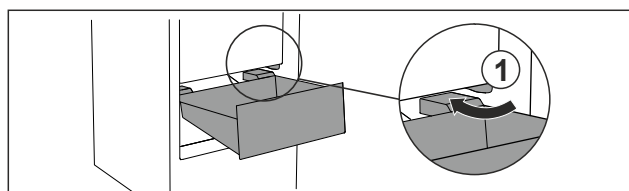

Fig. 93
- Preved'te zásuvku šikmo okolo zarážok Fig. 93 (1).